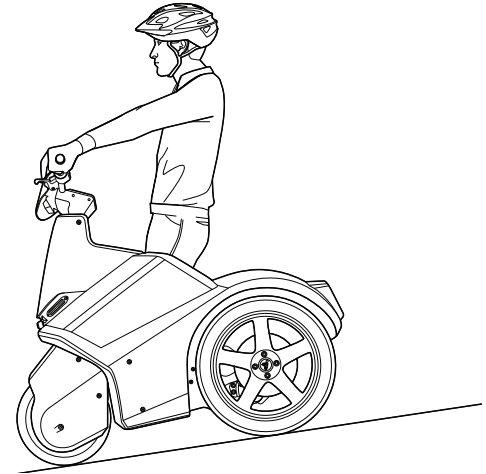

Abbildung 33: Beim Fahren bergab leicht nach hinten lehnen
- Lehnen Sie sich beim Fahren bergab leicht zurück (**Abbildung 33**).